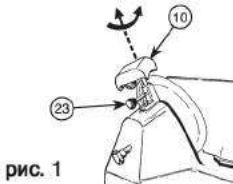

рис. 1
- Убедитесь в том, что подвижная (2) перегородка закрыта (ручка (6) в положении "0").
- 3° - Ослабьте фиксирующую ручку (23) группы затачивания (10).
- Поднимите группу затачивания, поворачивая ее 180° так, чтобы оба колеса оказались в рабочем положении. См. рис. 1.
- Опустите группу затачивания до замыкания (10).
- Застрахуйте группу, повернув замыкающую ручку (23).
- Включите машину (5).
- Нажмите кнопку (26), чтобы лезвие вращалось примерно 1 минуту. После остановки лезвия проверьте, чтобы на кромке не было заусенцев.
- После проверки заусенцев включите машину и осторожно нажмите кнопку (27) примерно на 3 секунды для удаления образовавшихся при затачивании заусенцев.
- Зафиксируйте группу, повернув замыкающую ручку (23).
- Установить подвижную часть (2) на максимальном расстоянии от лезвия (3) вращая ручку со шкалой (6).
- Установить точильное устройство (10) на подвижную стенку (2), как показано на рис. 1, блокируя его с помощью круглой ручки (23).
- Нажать на кнопку пуска двигателя (5), чтобы включить автоматическую заточку; при необходимости поворачивать ручку со шкалой (6) до тех пор, пока точильный круг не начнет вращаться вместе с лезвием.
- Затачивать лезвие автоматически около минуты, затем нажать на кнопку прижатия прижимного круга (27) на две-три секунды; выключить двигатель, одновременно отпуская кнопку.
- После заточки снять затачивающее устройство (10) с подвижной части (2) и вставить его на место.